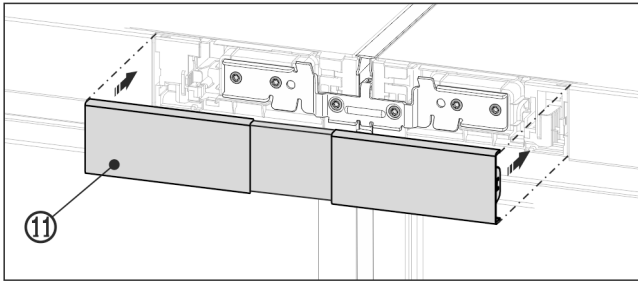

Fig. 23 Voorbeeld
- Bovenste afdekking Fig. 23 (11) op de nog open tussenruimte van de twee bedieningsdeelafdekkingen aanbrengen. Zorg ervoor de buitenzijden van de afdekking in een lijn met de bedieningsdeelafdekkingen zijn.